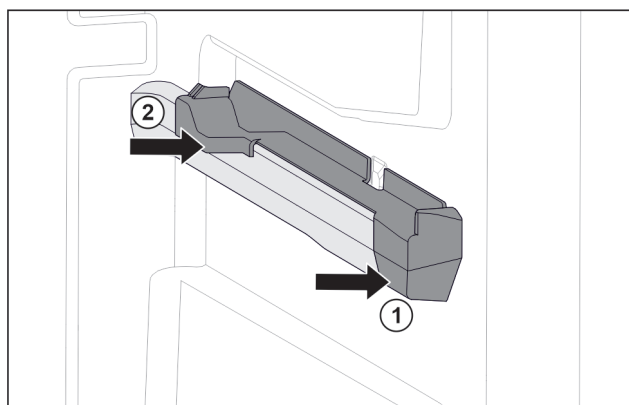

Fig. 37 Élément emboîtable sur la nervure de récipient droite
- Poser le devant de l'élément emboîtable contre la nervure de récipient. Fig. 37 (1)
- Enfoncez l'arrière de l'élément emboîtable. Fig. 37 (2)